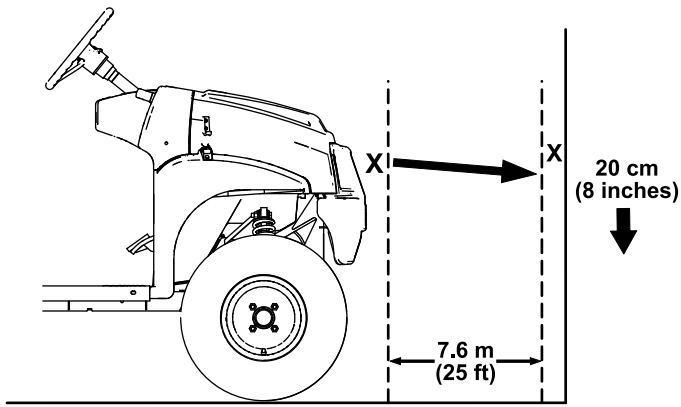

图 49
1. 将机器停在水平地面上，大灯距离墙壁约 7.6m（图 49）。
大灯光束最亮部分应在墙上标记下方 20cm 处（图 49）。